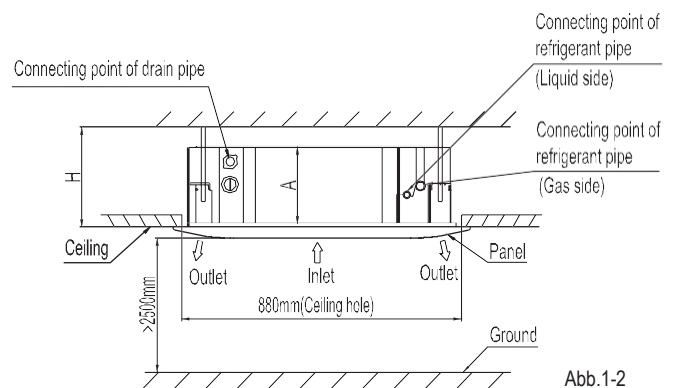

Abb.1-2
- 1 Schneiden Sie eine quadratische Öffnung von 880x880mm in die Decke entsprechend der Form des Montage-Kartons. (siehe Abb. 1-2)